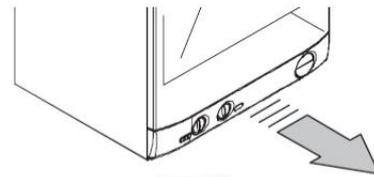

Figure 4.10
- Retirez le panneau de commande de l'avant pour accéder au bornier d'alimentation (Figure 4.10).